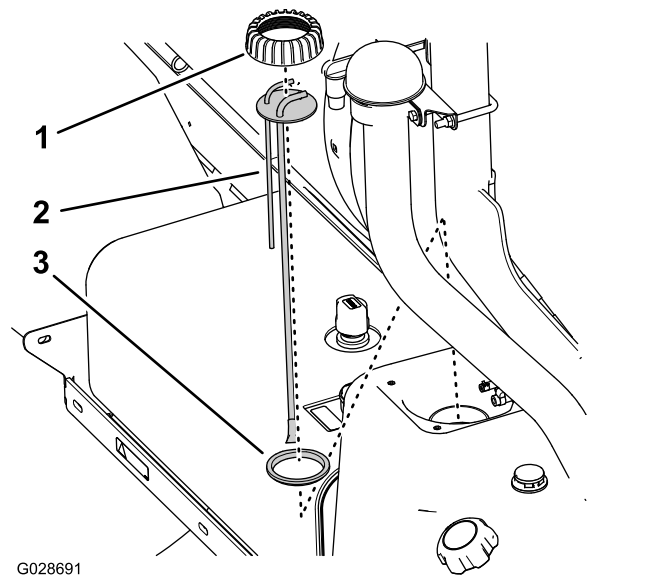

图58
5. 逆时针旋转立管帽，取下立管帽（图58）。
6. 从油箱上提起立针管组件（图58）。
1. 将立管帽装到立管上，然后将立管放到密封件上，如 图58 中所示。
2. 将立管帽、立管和密封件与油箱对齐，将新的立针管组件小心插入油箱（图58）。
3. 将立管帽螺到油箱颈上，然后用手拧紧立管帽（图58）。